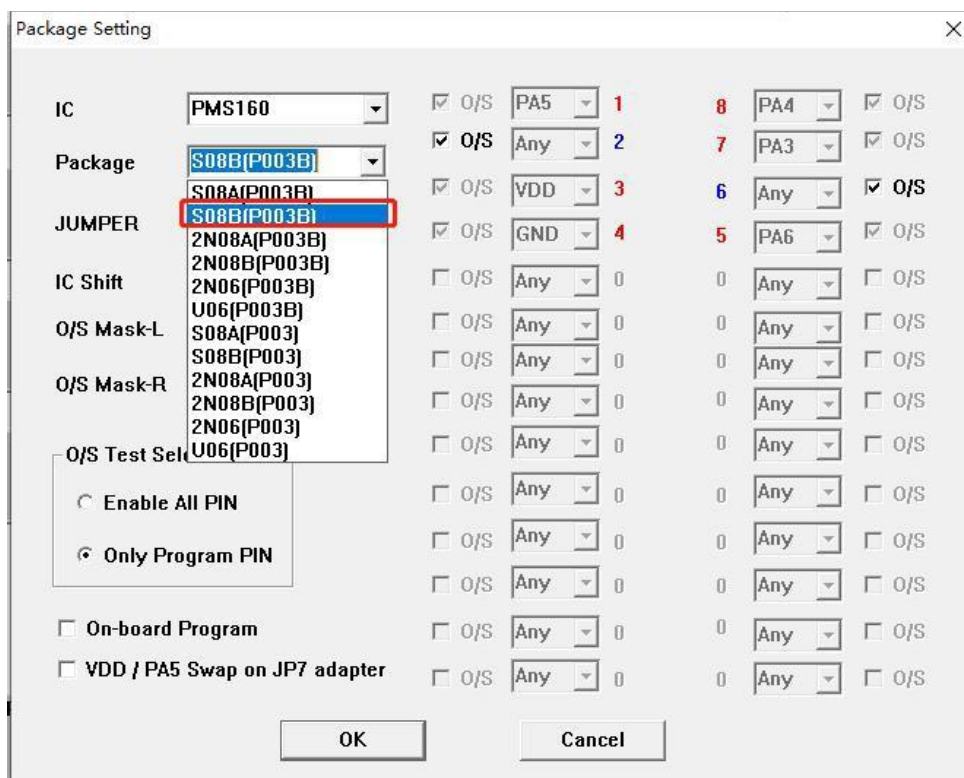

图 27: P3008 在 P003B 转档配置
1. 使用 PDK5S-P-003B 烧录 P30X 系列时，只有 S08A 封装是烧录器背面 jumper 插 JP2 位置，正面烧录插座往下空移 4 格，即可烧录。而其他封装都需要转档，使用 Jumper7 跳线。接下来以 P3008 的烧录为例，其他封装需对应修改“package setting”界面和 Jumper7 跳线方法即可。封装设置如图 27 所示：